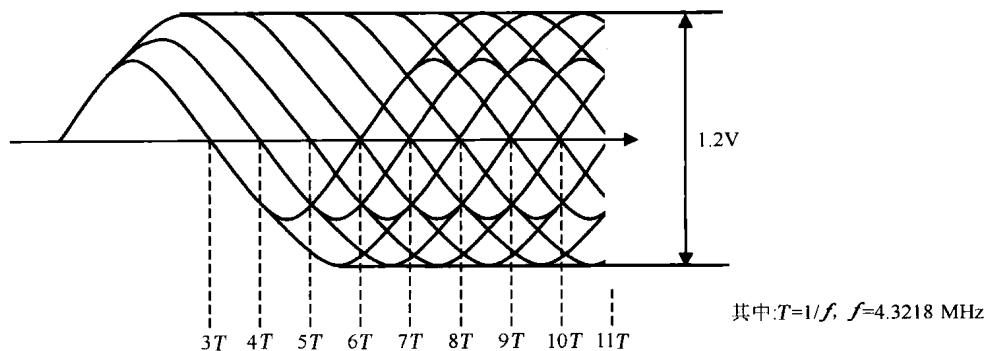

图 1.7 RF 信号眼图波形
① 用示波器观察眼图波形:将示波器置于 $0.5\text{V}/\text{div}$ 和 $0.5\mu\text{s}/\text{div}$,观察 RF 放大器电路输出的 RF 眼图波形,如图 1.7 所示。正常播放时眼图的峰-峰值应在 1.2V 左右,且眼图清晰无网纹干扰。